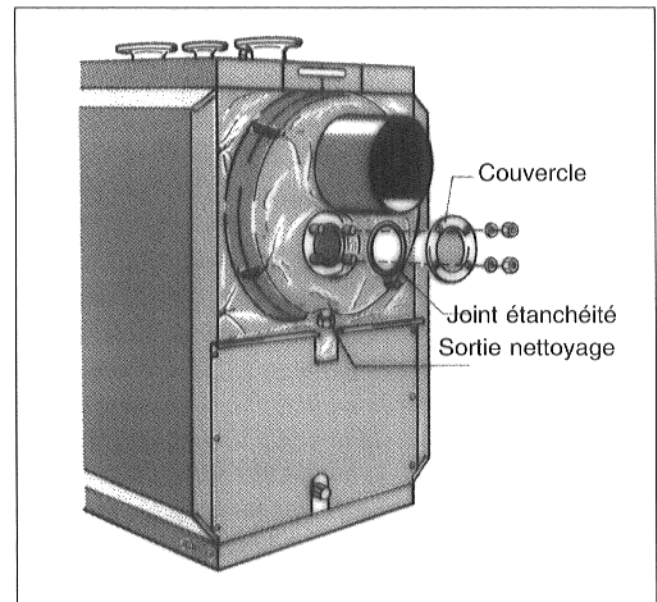

Fig. 26
- Rabattre la plaque de calorifugeage fendue vers le haut (Fig. 26)
- Dévisser les écrous du regard de nettoyage (Fig. 26)
Lors du cycle de nettoyage, les résidus de nettoyage liquides peuvent être évacués par le collecteur de fumées, par l'intermédiaire de l'écoulement de nettoyage (Fig. 26).